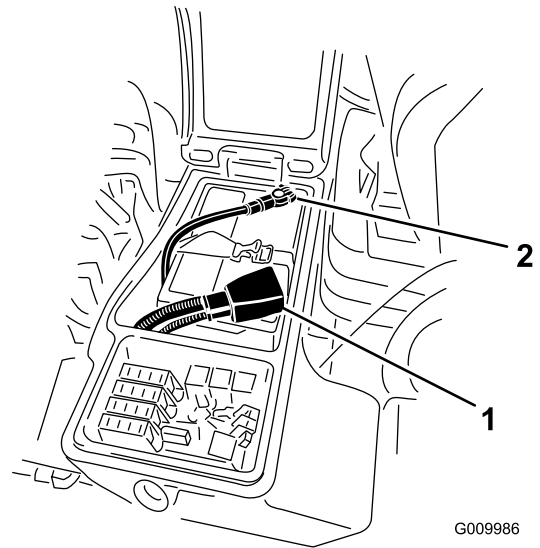

Figura 38
4. Instale o cabo positivo (vermelho) no terminal positivo (+) e o cabo negativo (negro) no terminal negativo (-) da bateria (Figura 38). Prenda os cabos nos pólos com parafusos e porcas. Certifique-se de que o terminal positivo (+) se encontra corretamente colocado no polo e de que o cabo se encontra corretamente encaixado na bateria. O cabo não deverá estar em contacto com a cobertura da bateria. Coloque a proteção de borracha sobre o terminal positivo para evitar um curto-circuito.